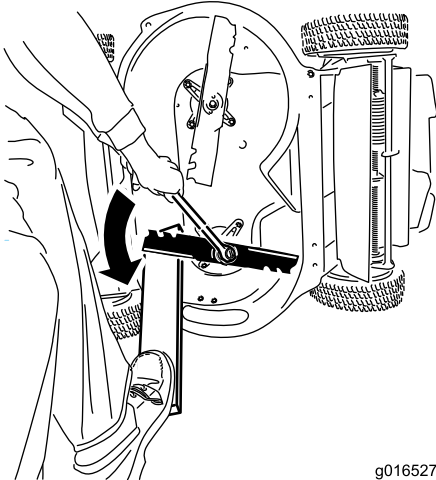

Bild 44
1. Halten Sie jedes Messer mit einem Holzblock fest und drehen Sie die Messerschraube nach links, wie in Bild 44 dargestellt.